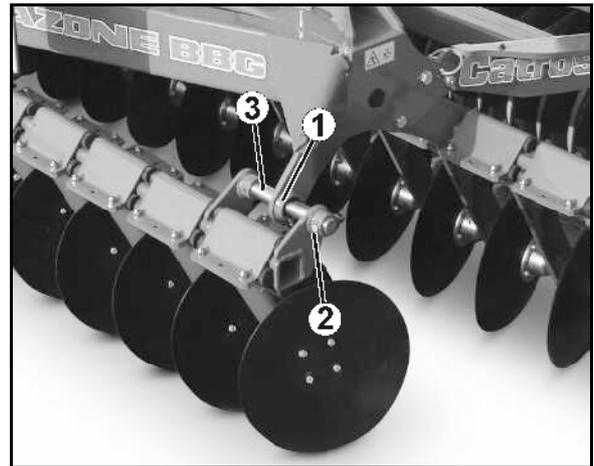

Fig. 39
Para cambiar los cojinetes de deslizamiento (Fig. 39/1), detener la máquina desplegada de tal manera que los cojinetes no tengan tensión.
1. Soltar la unión atornillada (Fig. 39/2) del eje de desplazamiento (Fig. 39/3).